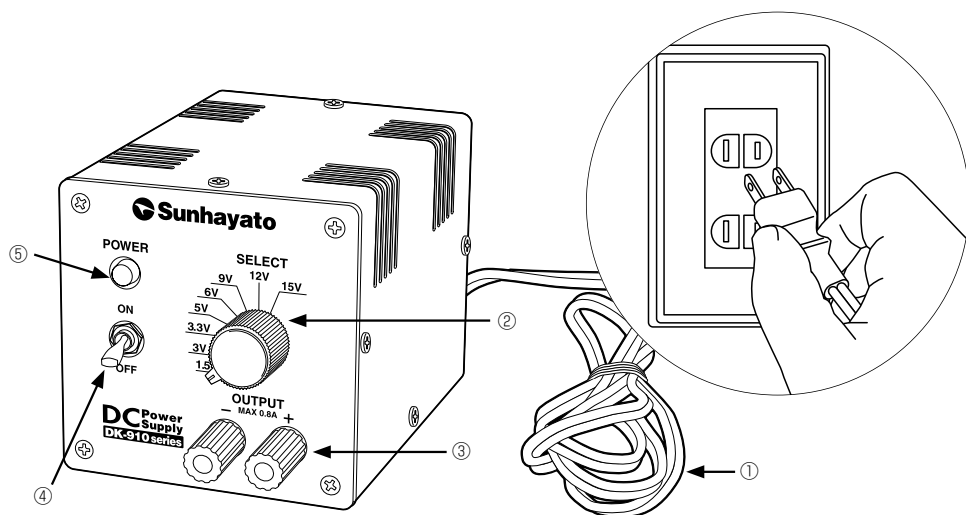

図 3-1-1 使用手順図
④ POWER スイッチ
POWER スイッチを ON にすると POWER ランプ（図 3-1-1 中⑤）が点灯します。